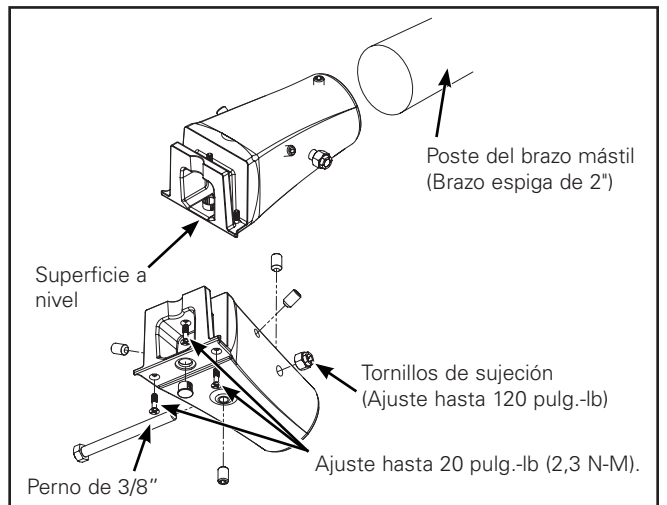
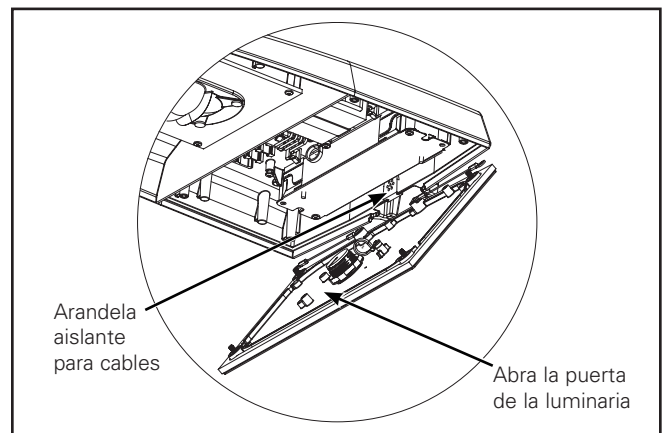

Figura 7.
Figura 8.
Montaje en brazo del mástil (Figura 7. y Figura 8.)
- Asegure el adaptador del brazo mástil al brazo con los (4) tornillos de sujeción de 3/8-16 x 3/8". Nivele el adaptador del brazo del mástil mientras ajusta los tornillos de sujeción. Ejerza torsión a 120 pulg./lb.
- Abra la puerta de la luminaria aflojando los (4) tornillos Phillips (o las tuercas mariposa si estuvieran incluidas) de la puerta. (Figura 8.)
- Quite la arandela aislante en la parte trasera para los cables de la luminaria. (Figura 8.)
- Pliegue los cables de las luminarias y los cables del adaptador para brazo mástil para sacarlos del camino y deslice la luminaria sobre el adaptador para el brazo mástil. Ajuste los tres tornillos Phillips hasta 20 pulg. libras (2.3 N-M) e instale el tapón de plástico sobre el tornillo central. (Figura 7.)